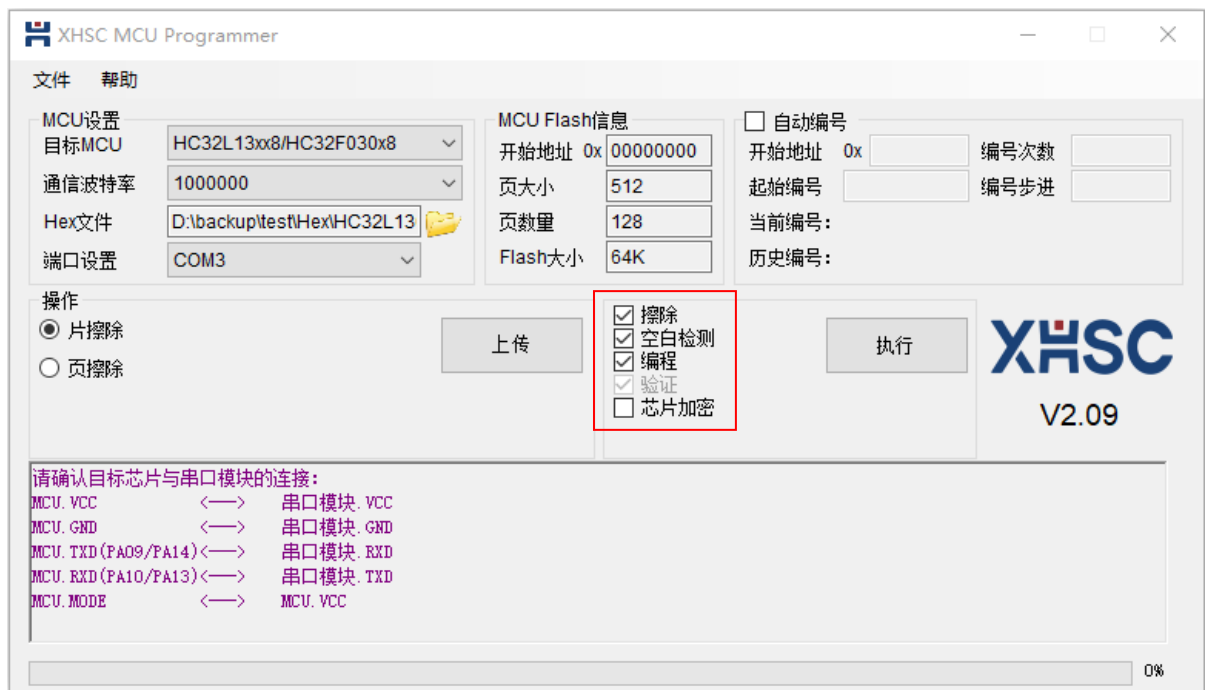

图 2-3 选择操作
3. 选择想要的操作。例如选取“擦除”、“空白检测”、“编程（验证）”复选框。如图 2-3 所示。